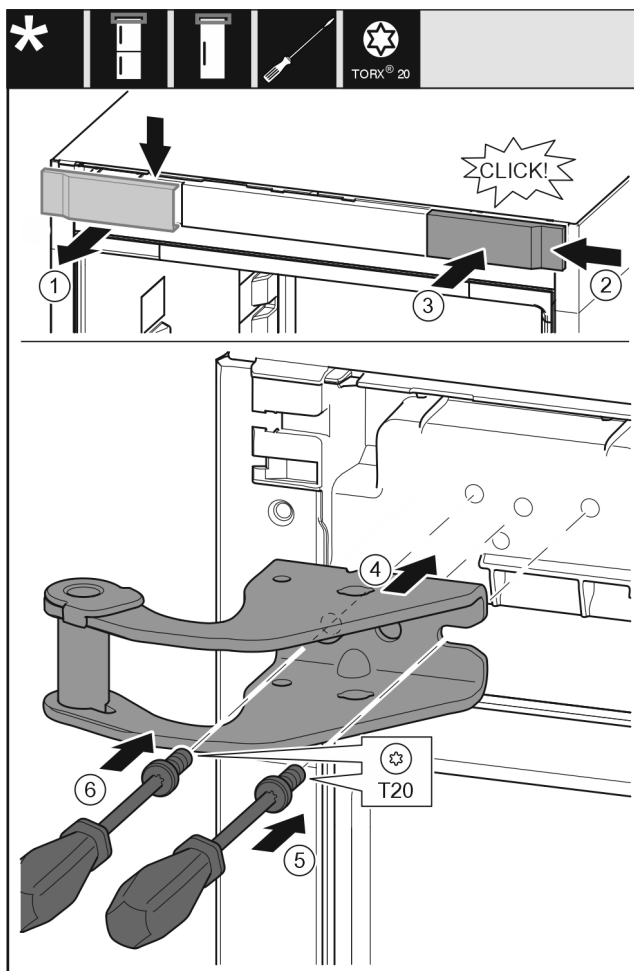

Fig. 15
- ▶ Detașați apărătoarea de sus spre înainte. Fig. 15 (1)
- ▶ Acroșați pe cealaltă parte din dreapta capacul rotit cu 180°. Fig. 15 (2)
- ▶ Fixați în poziție apărătoarea. Fig. 15 (3)
- ▶ Așezați suportul de lagăr superior. Fig. 15 (4)
- ▶ Așezați și înșurubați ferm șurubul cu șurubelnița T20. Fig. 15 (5)
- ▶ Introduceți și înșurubați ferm șurubul cu șurubelnița T20. Fig. 15 (6)